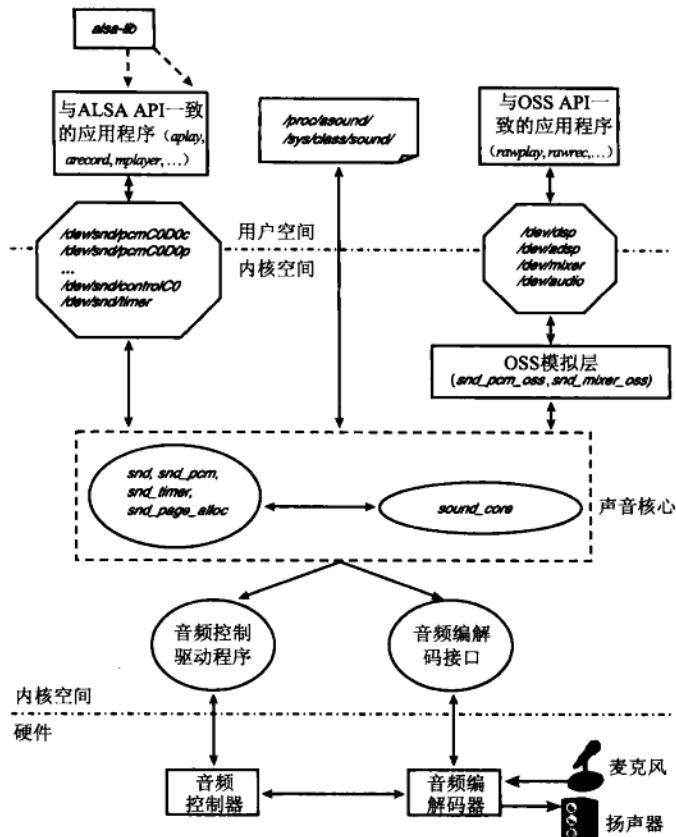

图13-3 Linux声音(Alsa)子系统
参见图13-3可以明白Linux声音子系统的架构。声音子系统各部分如下。
- 声音核心。它是代码基石, 由例程和结构体组成, Linux声音层的其他部分均可调用。就像其他驱动程序子系统的核心层一样, 声音核心有一定程度的隔离, 使得声音子系统的每个部件都与其他部件无关。核心也提供了向应用层输出ALSA API的重要功能。图13-3中显示的/dev/snd/*设备结点由ALSA核心创建和管理: /dev/snd/controlC0是一个控制结点 (应用程序用它来控制音量等), /dev/snd/pcmC0D0p是播放设备 (设备名的最后字符p表示播放), /dev/snd/pcmC0D0c是录音设备 (设备名最后的字符c表示采样捕获)。这些设备名中, C后的整数是卡号, D后的是设备号。一个有语音编解码器和立体声音音乐编解码器的ALSA驱动程序可能会为前者输出用于读声音流的/dev/snd/pcmC0D0p, 为后者输出用于生成音乐声道的/dev/snd/pcmC0D1p。